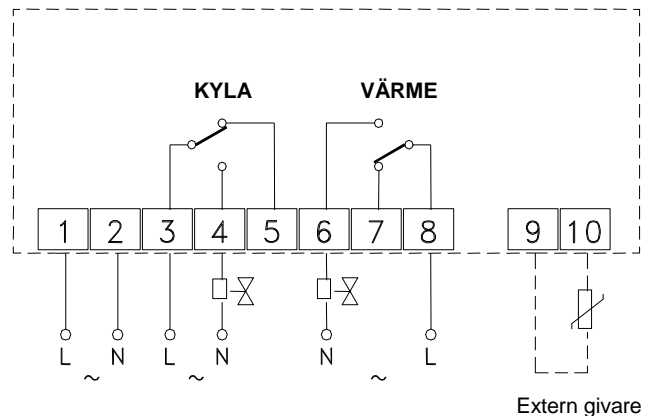

Fig. 2: Inkopplingschema (alt. med extern givare)
- Tag bort frontkåpan genom att med hjälp av något verktyg, t ex skruvmejsel, pressa de två plasttänderna inåt/nedåt (4) på kåpans högra sida. Applicera ett lätt tryck med skruvmejseln, och vrid/rotera därefter sakta mejseln. Pressa inte plasttänderna alltför hårt emedan de då kan gå sönder.
- Gör de elektriska anslutningarna till plintarna på kretskortet (se schema fig. 2).
- Ställ in neutralzonen (9) på önskat värde (se fig.).
- Det är möjligt att begränsa börvärdesrattens inställningsområde. Vid leverans sitter ett par små plastpinnar (7) till vänster om inställningsrattens axel. Flytta dessa till nya önskade lägen (6), se exempel. Här utgör (5) det valda begränsade nya inställningsområdet.